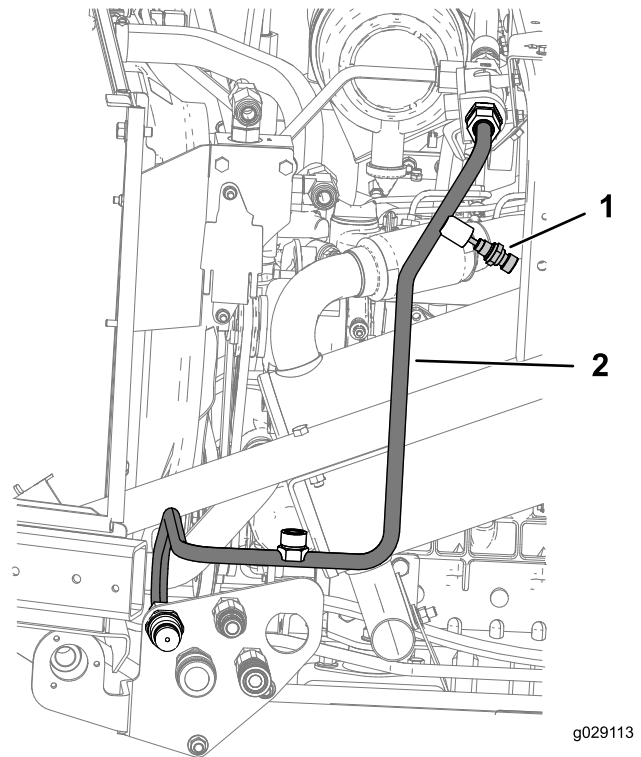

Figura 22
1. Montate il tubo idraulico H del flessibile proveniente dal raccordo dell'adattatore (5/8 x 3/4 poll., maschio) del gruppo della testa del filtro sul nipplo della piastra (3,84 poll.) del gruppo della piastra, come illustrato nella Figura 22.
2. Montate il trasmettitore di temperatura sul foro superiore del tubo idraulico H, come illustrato nella Figura 22.